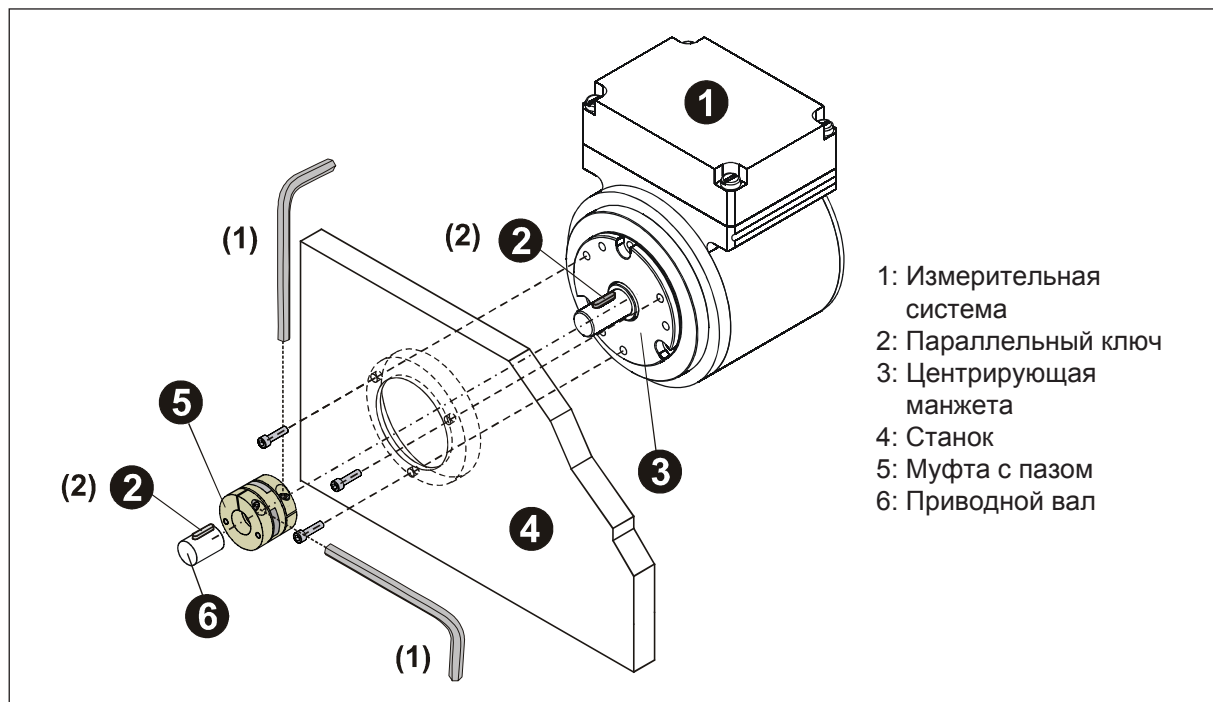

Рисунок 1: Установка фланца
- Осевое скольжение измерительной системы на приводном валу должно предотвращаться путем фиксации муфты, см. рис. 1, (1).
- Радиальное скольжение измерительной системы на приводном валу должно предотвращаться путем закрытия формы с использованием параллельного ключа/паза [рис. 1, (2)]; для этого должна использоваться муфта с пазом.